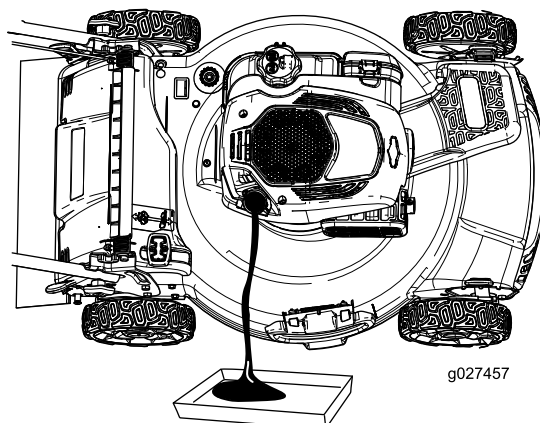

Figure 24
5. Inclinez la machine sur le côté (filtre à air en haut) pour vidanger l'huile usagée par le goulot de remplissage (Figure 24).